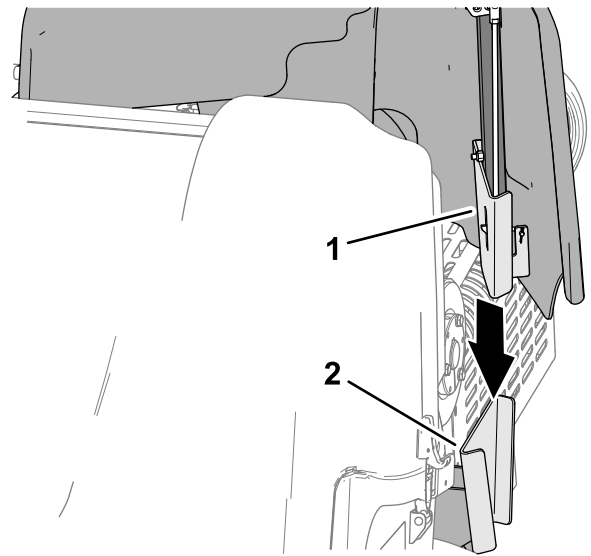

**Figure 132**
3. Soulevez et déposez le protège-courroies de la machine (Figure 132).